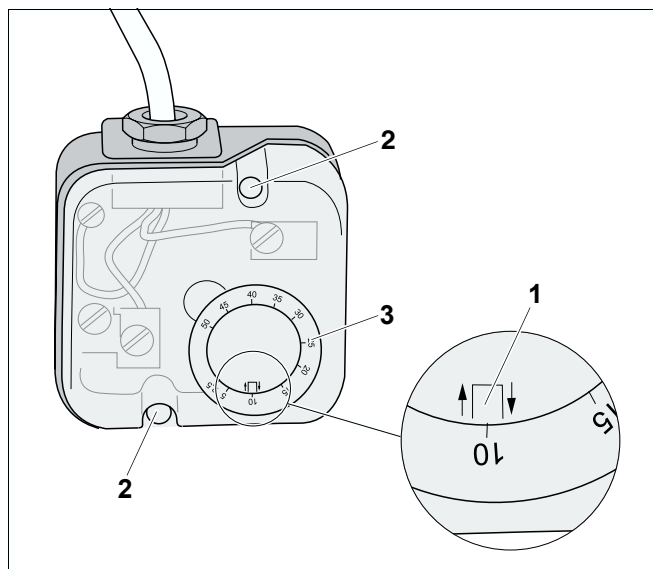

Рис. 28 Прибор контроля давления газа
- Для перенастройки снять крышку, открутив винты (рис. 28, поз. 2).
- Выставить регулировочный диск (рис. 28, поз. 3) по настроечной маркировке (рис. 28, поз. 1).